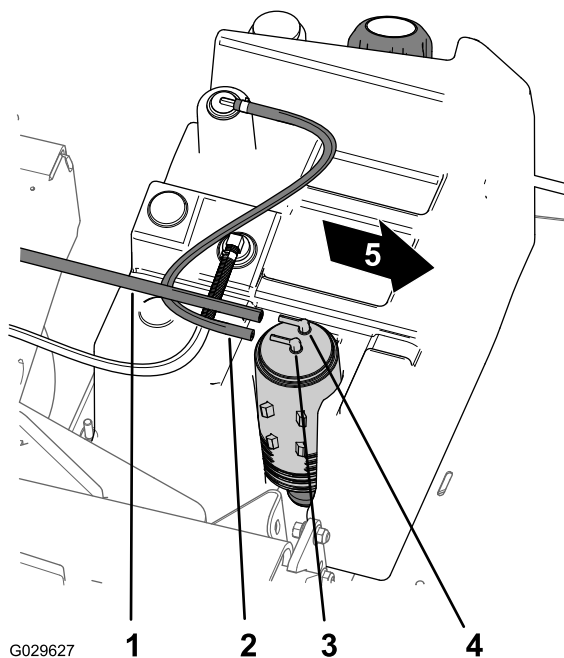

Рисунок 46
- Снимите шланг топливного бака со штуцера с маркировкой Fuel Tank (Топливный бак) на адсорбере (Рисунок 46).
- Снимите вакуумный шланг со штуцера с маркировкой Purge (Продувка) на адсорбере (Рисунок 46).
- Наденьте вакуумный шланг на штуцер с маркировкой Purge (Продувка) на адсорбере, и шланг топливного бака на штуцер с маркировкой Fuel Tank (Топливный бак) (Рисунок 46).